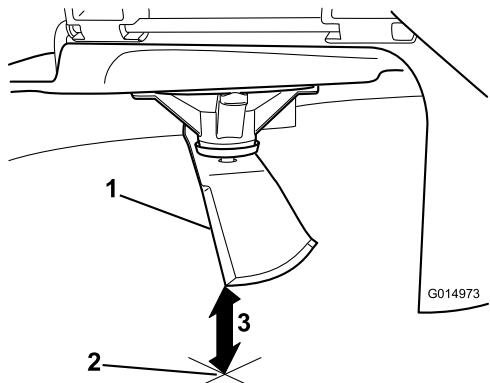

Figura 48
- Mida desde la punta de la cuchilla hasta la superficie plana (Figura 48).